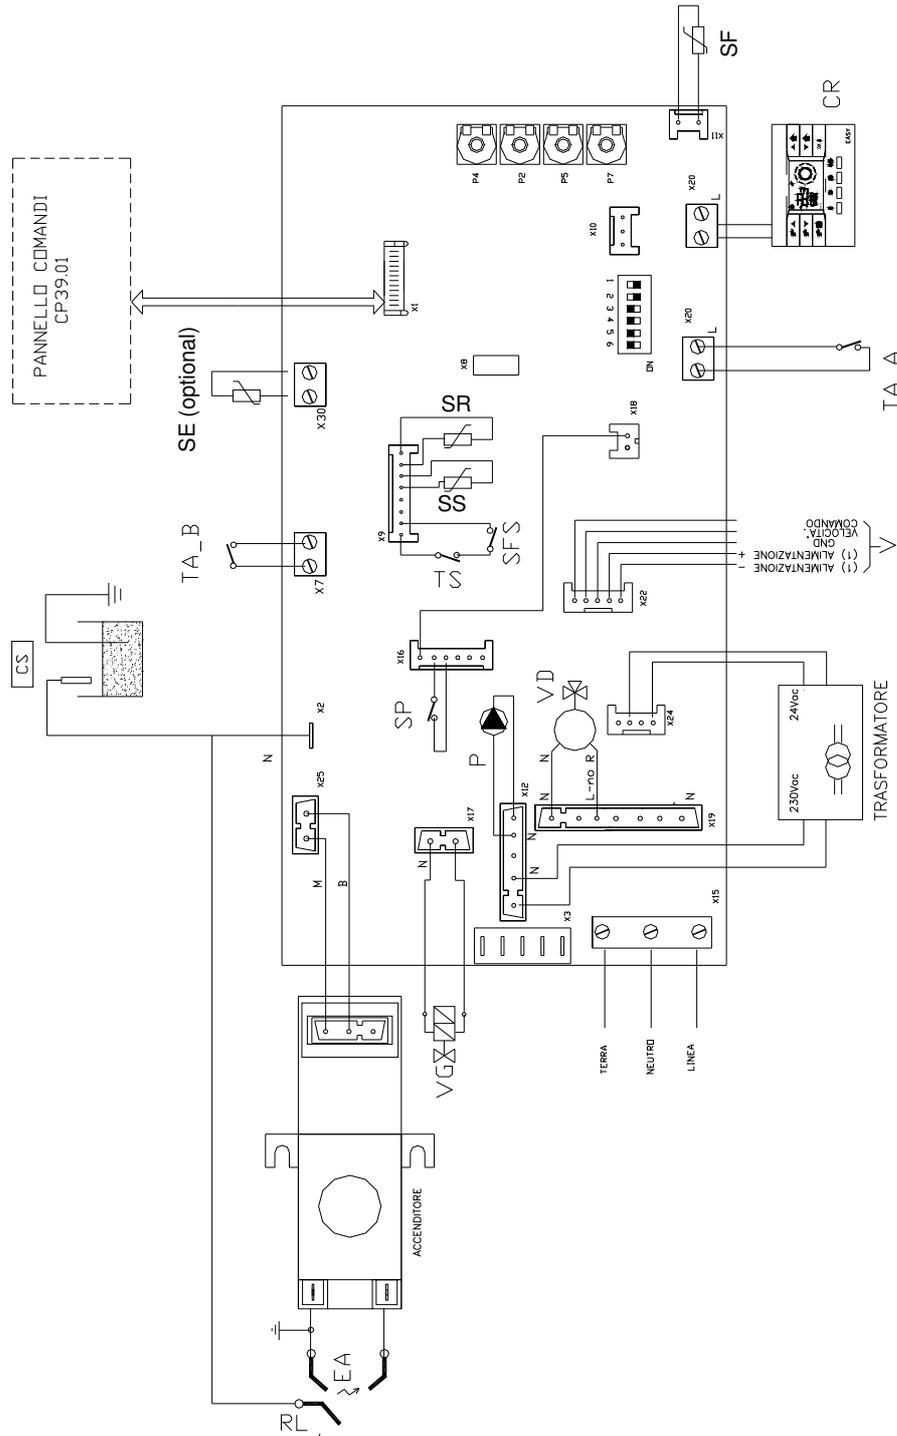

Fig. 4
- **Dip-switch:** nella scheda (vedere fig. 4) sono presenti 6 dip-switch il cui spostamento permette diverse opzioni di funzionamento che vengono sotto riportate:
**Termostato Ambiente On/Off:** effettuare il collegamento ai morsetti TA\_A e/o TA\_B della scheda (fig.4) verificando che non vi sia tensione ai capi dei fili provenienti dall'impianto (contatto pulito). Altre informazioni sul funzionamento del sistema alta/bassa temperatura sono inserite al capitolo 2.8
**Sonda Esterna:** è collegabile direttamente all'impianto elettrico della caldaia (morsetti SE fig. 4) e consente di adeguare automaticamente la temperatura massima di mandata all'impianto, al variare della temperatura esterna. Quando la si collega deve anche essere variata la posizione del Dip-Switch num. 3. Dalla posizione OFF lo si porta alla posizione ON.
La correlazione fra temperatura di mandata TM all'impianto e temperatura esterna TE è determinata dalla posizione del trimmer P7 presente in scheda (vedere fig.4) secondo le curve riportate al paragrafo 1.2. Per maggiore comodità è possibile anche agire sul potenziometro del riscaldamento, in questo modo si ha la possibilità di regolare  $\pm 4^{\circ}\text{C}$  (vedere par. 1.2 per dettaglio funzione boost  $+25^{\circ}\text{C}$ ) la temperatura di mandata mantenendo la pendenza della curva regolata sul trimmer P7.
Assicurarsi che i fili di collegamento che vanno dalla caldaia al CR siano privi di tensione (pena il danneggiamento della scheda elettronica della caldaia), e che **non sia presente il ponte tra i contatti TA\_A e TA\_B** (fig. 4) per i termostati ambiente.
**Il comando remoto** con impianti misti come sopra descritto deve essere opportunamente configurato in scheda elettronica. Ciò si attua impostando il “dip-switch num. 4” su ON (ved. Fig. 4 Pag. 12), consentendo il controllo della temperatura del sanitario e lo sblocco di caldaia (non più di cinque tentativi, dopo sarà necessario lo sblocco da caldaia) ma perdendo la funzione di cronotermostato che sarà attuata dai termostati di zona.